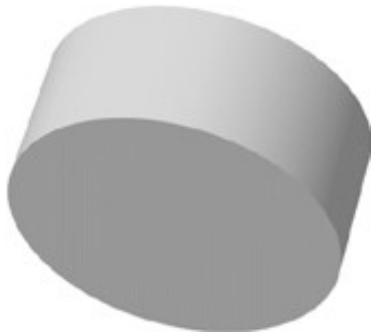

图4-4 创建拉伸曲面
Step 11 在“拉伸”操控板中单击“确定”按钮 \checkmark ，创建锥度拉伸曲面，上表面比下表面小，该曲面的两端是封闭的，如图4-4所示。